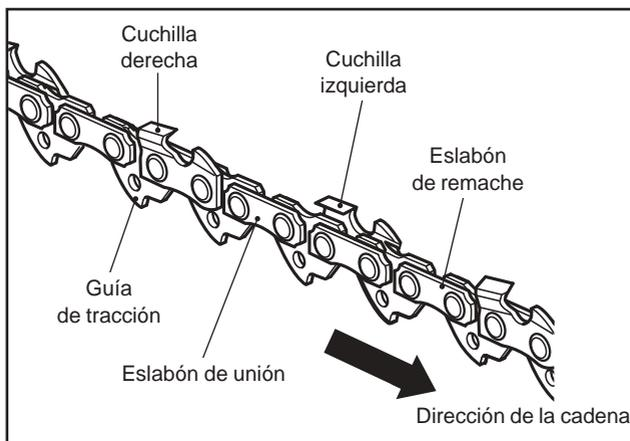

Fig. 65
2. La diferencia de altura entre el diente y el surco es la profundidad de corte. Al afilar la cadena (15), debe tener en cuenta los siguientes factores (Fig. 65).